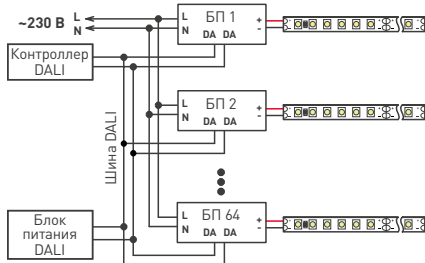

Рис. 2. Структурная схема подключения оборудования при использовании интерфейса DALI.
- 3.4. Подключите шину управления DALI к клеммам входа управления DA1 и DA2 (Рис. 1 и Рис. 2).